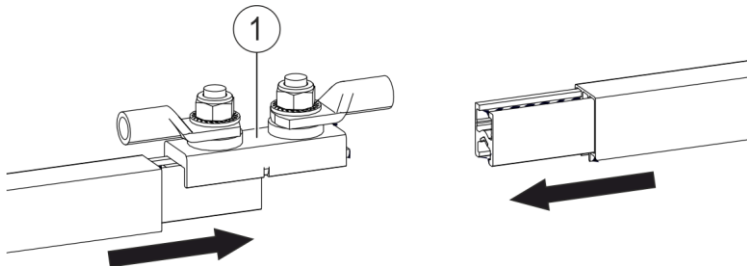

Fig. 84 : Pousser les extrémités des rails conducteurs dans les éléments de liaison de l'alimentation
- Pousser les extrémités des rails conducteurs dans l'élément de liaison (pos. 1) de l'alimentation (voir Fig. 84).